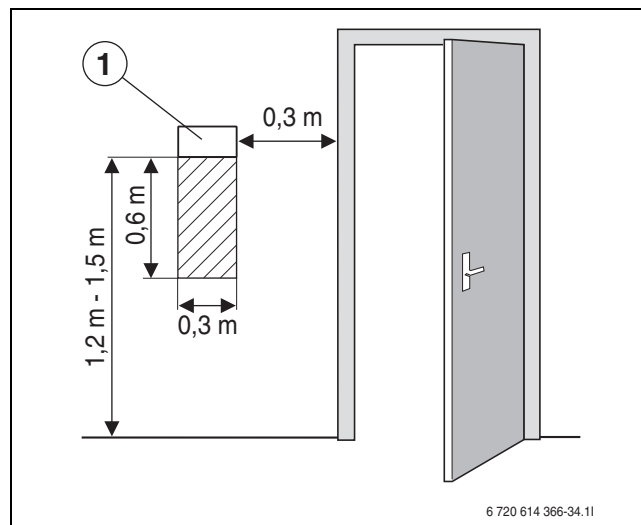

Bild 21 Empfohlener Montageplatz für Raumtemperaturfühler T5
- Ungehinderte Zirkulation der Raumluft unter dem Raumtemperaturfühler T5 (schraffierte Fläche in Bild 21 freihalten).